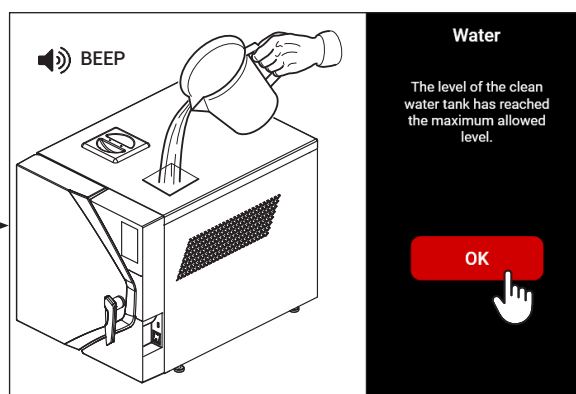

fig.14
- Retire el tapón del depósito y llene el depósito de agua desmineralizada hasta el nivel máximo. Cuando el depósito está lleno, el dispositivo lo señala con un mensaje en la pantalla y una señal acústica (fig.14).